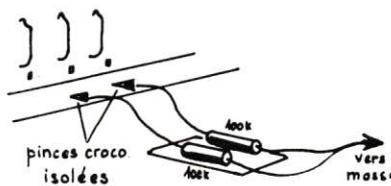

FIG. 2
a) Couper les canons Vert et Bleu en plaçant une résistance de 100 K entre les sorties SB et SV (fig. 2) et la masse.